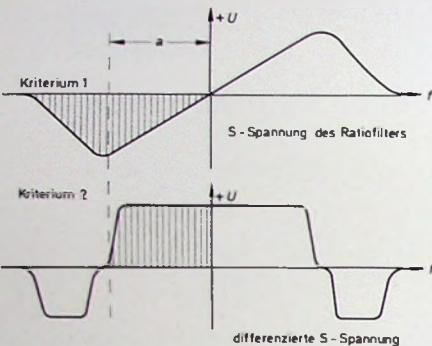

Bild 3. Prinzip der Sendererkennung aus den S-Kurven ( $a$  = Bereich, in dem ein Sender erkannt wird)
- das differenzierte S-Spannungs-signal muß eine positive Spannung ergeben (Bild 3).